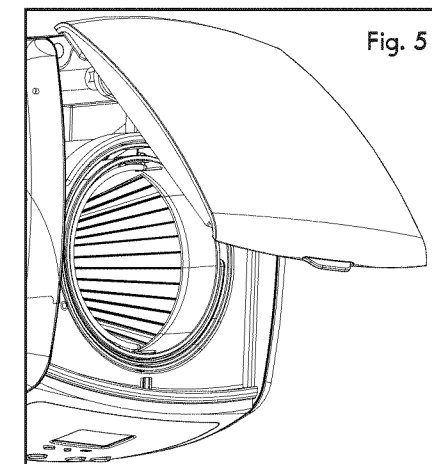

Fig. 5
3. Ponga el filtro permanente de tono de oro o un filtro de papel de tamaño 1 x 4 en la cesta de elaboración (véase Fig. 5).